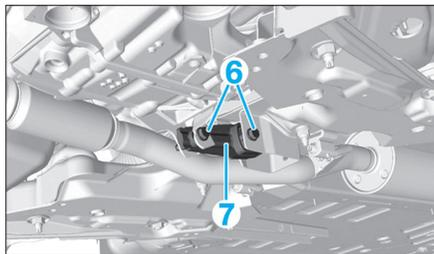

Fig. 13
- Déposer les vis (6) et la biellette anticouple (7) (Fig.13).